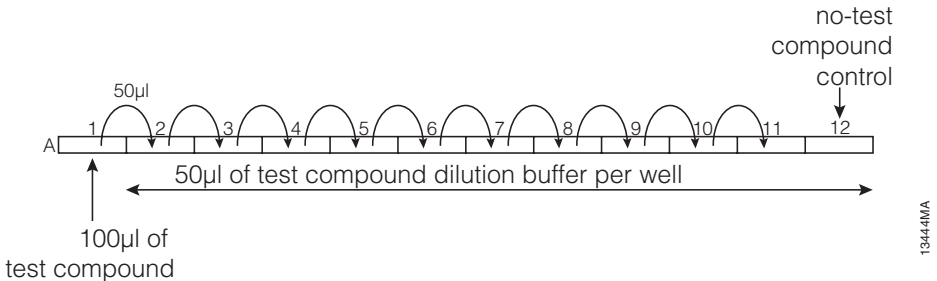

图 10. 测试化合物的稀释方案。
- c. 从 A1 孔向 A2 孔转移 50μl，并混匀。再向 A3 孔转移 50μl，充分混匀。对 A3 至 A11 孔重复这一操作。从 A11 孔丢弃 50μl 液体。A12 孔不加入任何 GSK126，作为无测试化合物对照。参见图 10。